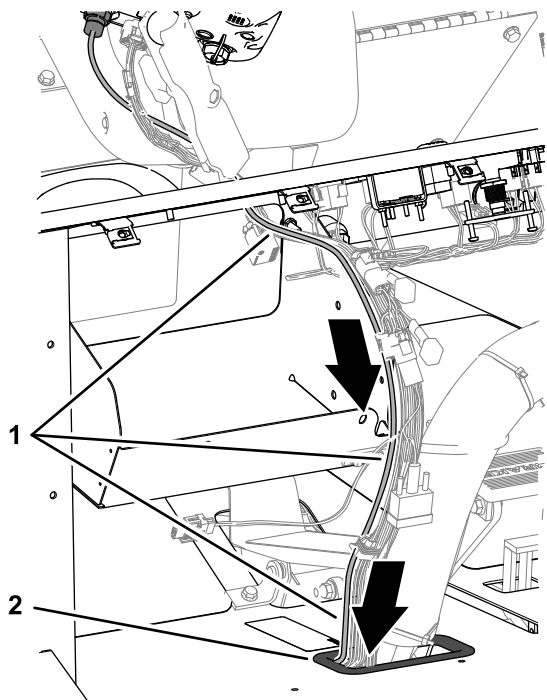

Рисунок 160
2. Проложите жгут проводов передачи данных модема вдоль жгута проводов машины и через уплотнительную втулку в панели пола (Рисунок 160).